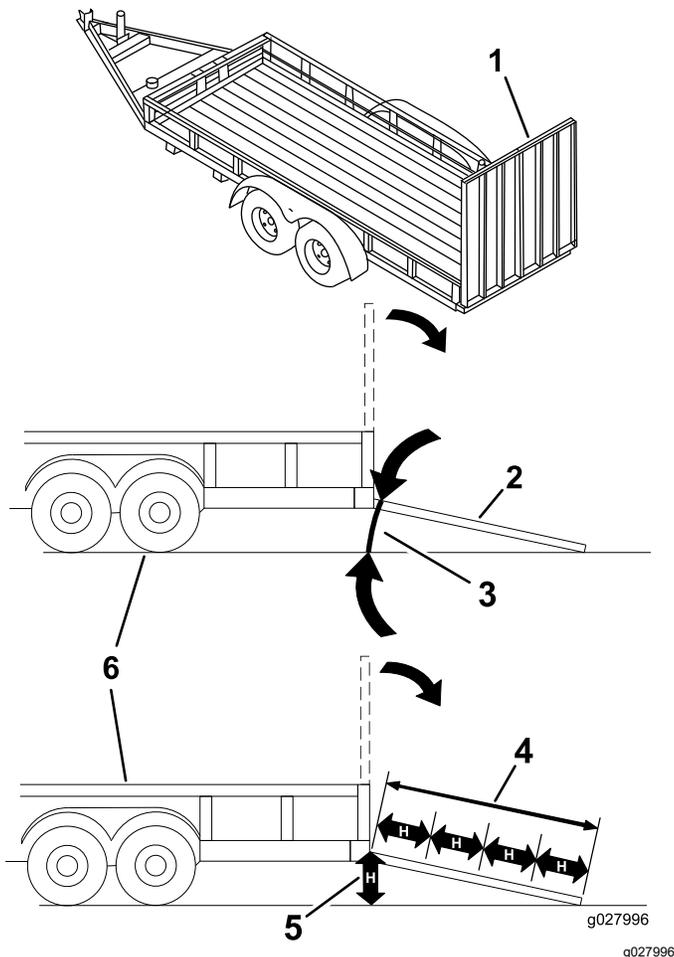

図 26
マシンをトレーラなどに搭載する作業は、機体を転倒させる危険をはらんでおり、万一そのような事故が起こると死亡事故など重大な人身事故となる図 26。
3. 歩み板を降ろす板と地面との角度が15°以下となるにすること図 26。
1. 歩み板を降ろす板と地面との角度が 15° 以下となるにすること 図 26。